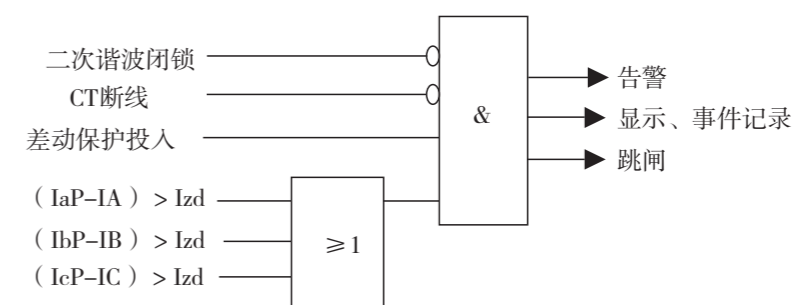

图17-3 差动保护逻辑框图
- YZ100-CD(D)背板端子图及开孔图（附图17-3）；
附图17-3: YZ100-CD(D)背板端子图及开孔图